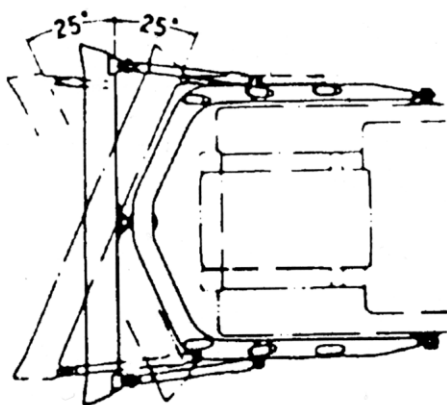

Рис. 3-4.
3.4.1 Регулировка поворотного отвала (Рис. 3-4 ...3-5).